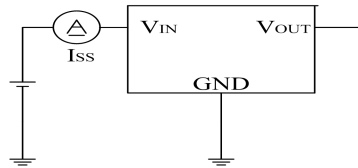

图2
1 I_{OUT}:缓慢增加输出电流, 当输出电压约等于 V_{OUT} 的 98%时的输出电流值2 V_{drop}=V_{IN1}- (V_{OUT (E)} × 0.98V)V_{OUT (E)}: V_{IN}=V_{OUT}+2V, I_{OUT}=1 mA 时的输出电压值V_{IN1}: 缓慢下降输出电压, 当输出电压降为 V_{OUT (E)} 的 98%时的输入电压V_{max}: 缓慢上升输入电压, 当输出电压超出 (V_{OUT (E)} *0.98~V_{OUT (E)} *1.02) 的输入电压3 I_{SS}:V_{IN}=30V 无负载时, 图 2 中电流表的电流值4 I_{short}: 例如 MD7150H, 当 VDD=6V 时, 图 3 中电流表的电流值